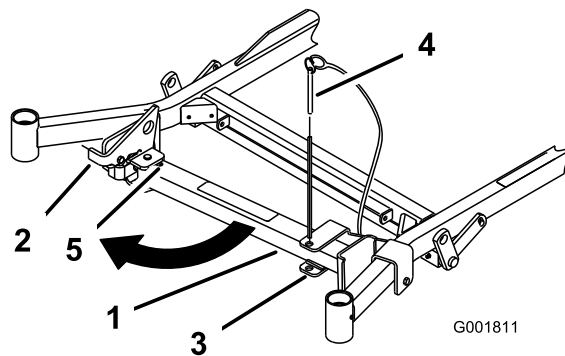

Figura 36
2. Togliete il perno dalla staffa (Figura 36).
4. Portate il piede del supporto sul davanti e spostatelo verso la macchina, nell'intaglio inferiore (Figura 36 e Figura 37).
5. Riportate il supporto in posizione di riposo (Figura 36).